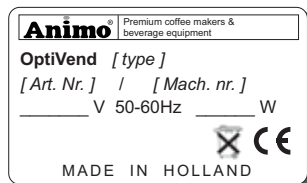

Abb. 6
- Kontrollieren Sie die Daten auf dem Typenschild (Abb. 6).